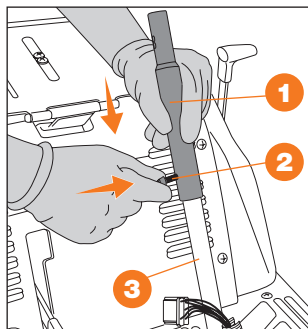

Рис. 3
- Закрепите держатель руля **1** на рулевой рейке **3** с помощью болта **2** (Рис. 3).